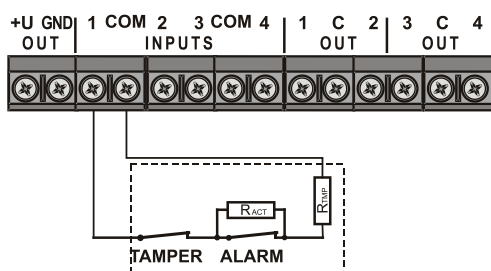

Figure 3: Double boucle équilibrée
**Équilibrage double** - Une résistance  $R_{TMP}$  doit être mise en série avec un contact de sabotage **TMP** et le contact d'activation doit être ponté et connecté en parallèle avec une résistance  $R_{ACT}$  (voir la figure 3 et le logiciel F-Link). Pour définir sa valeur, utiliser le paramètre *Résistance d'équilibrage*. Les valeurs des résistances d'équilibrage  $R_{TMP}$  et  $R_{ACT}$  peuvent être différentes, voir les paramètres *Résistance d'équilibrage*.